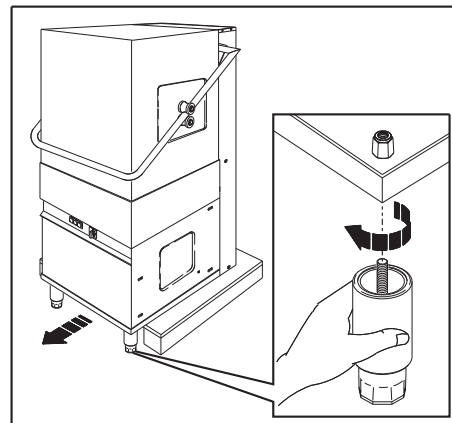

Рис. 4
3. Передвиньте машину на поддоне так, чтобы освободились два из четырех отверстий для установки ножек (рис. 4).
Возьмите одну из входящих в комплект поставки ножек и закрутите винт в одно из освободившихся отверстий (рис. 4).
Аналогичным образом закрутите вторую ножку (рис. 4).